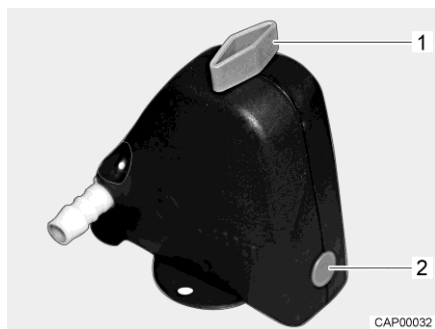
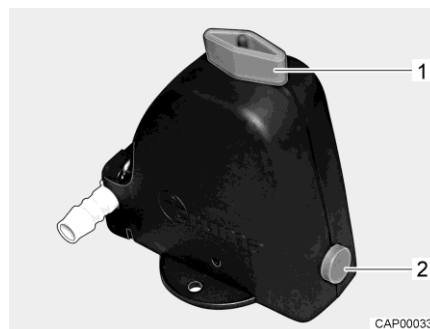

Fig. 65 Valvola di sicurezza/di scarico chiusa
Fig. 66 Valvola di sicurezza/di scarico aperta
- Aprire la valvola di sicurezza/di scarico (Fig. 65). A tal fine ruotare la manopola (Fig. 65,1) nel senso della lunghezza della valvola di sicurezza/di scarico. Il bottone automatico (Fig. 65,2) scatta all'infuori. La valvola di sicurezza/di scarico aperta è rappresentata in Fig. 66.